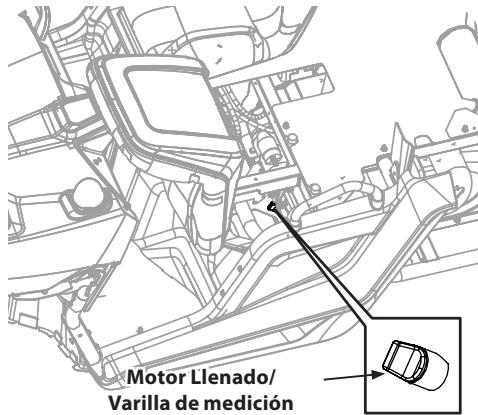

Figura 4-3
4. Vuelva a cargar el motor con aceite nuevo según las instrucciones del manual del operador del motor. Consulte la Figura 4-3 para saber dónde está el cuello de llenado del motor/la varilla de medición de nivel.